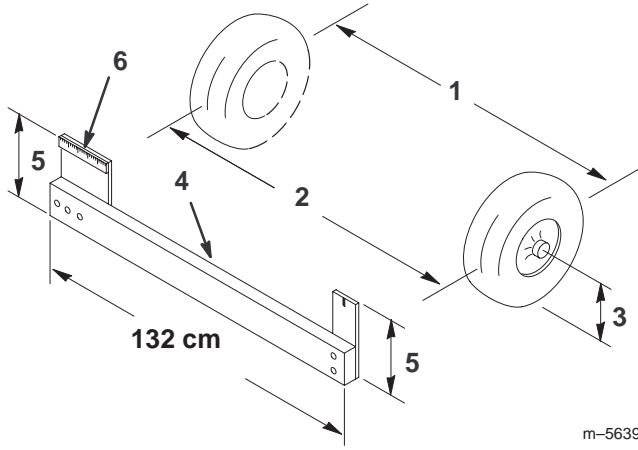

Figure 34
- Mesurez la distance entre les roues avant à hauteur d'essieu, à l'avant et à l'arrière des roues (Fig. 34). Un gabarit ou un compas à verges est nécessaire pour mesurer l'arrière des roues avant à hauteur d'essieu. Utilisez le même gabarit ou outil pour mesurer précisément l'avant des roues avant à hauteur d'essieu (Fig. 34).